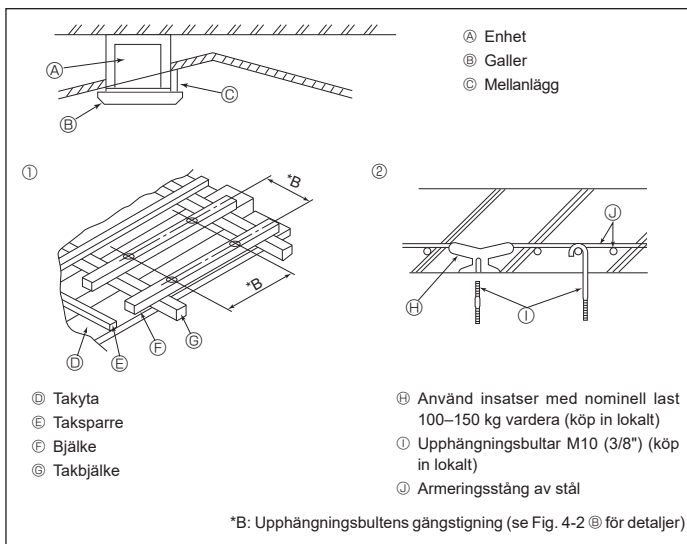

Fig. 4-4
4.4. Struktur för upphängning (förstärkning av upphängningsplatsen) (Fig. 4-4)